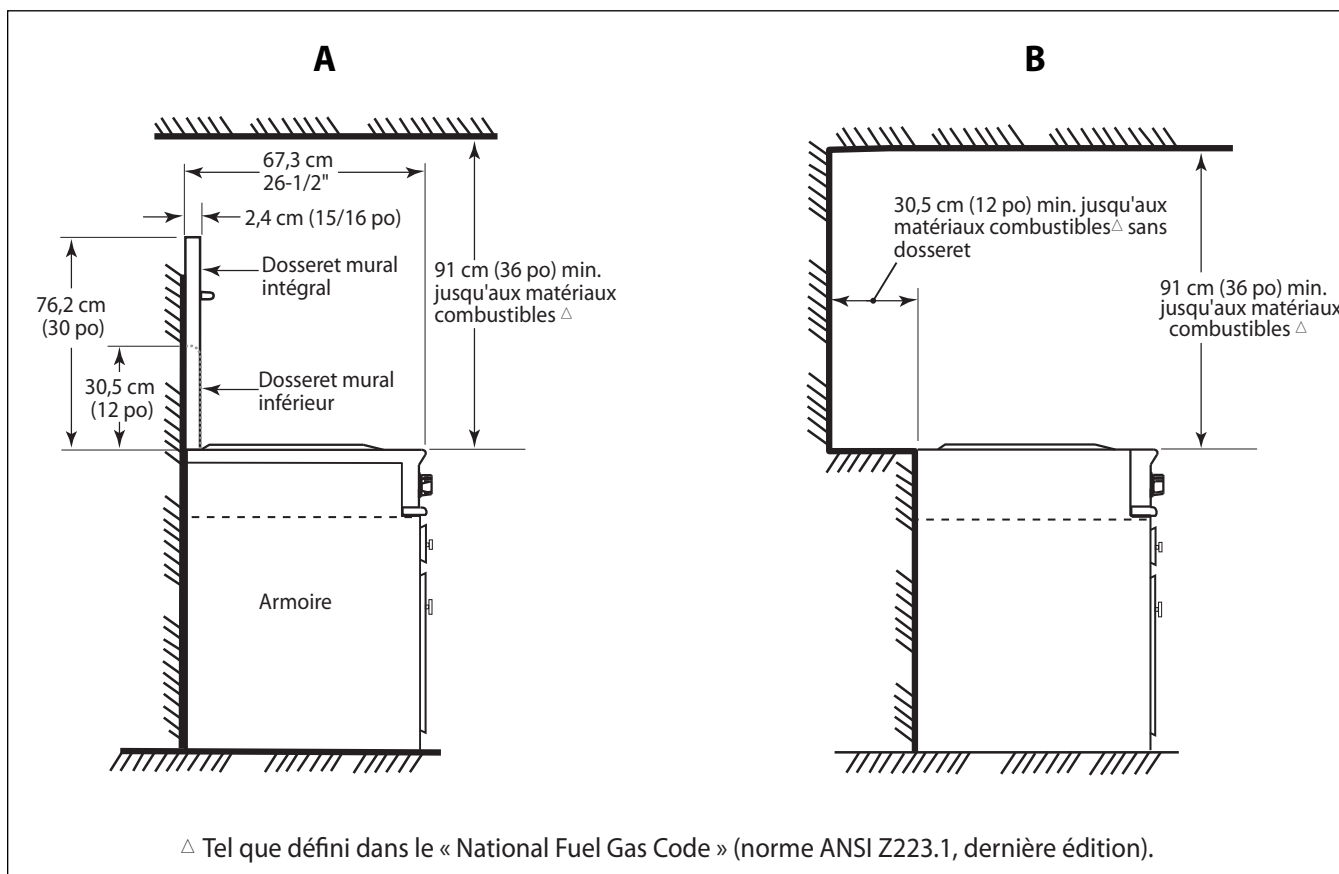
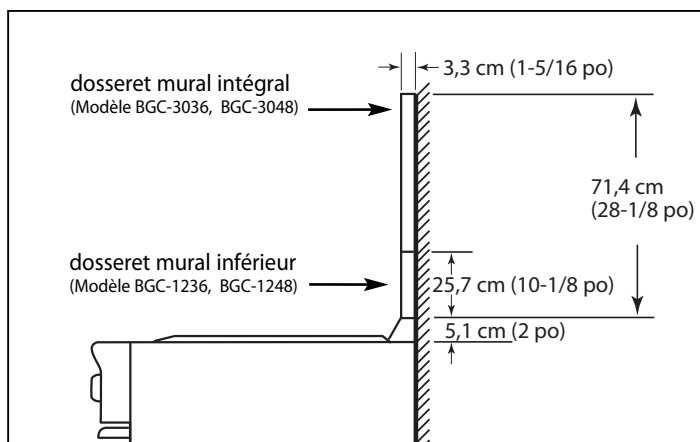

Fig. 8
Fig. 9
2. Les dégagements indiqués à la fig. 8, pg. 14, sont obligatoires pour tous les types de dosserets.
Placez le dossier tel qu'indiqué à la fig. 9. Fixez-le au mur, derrière la cuisinière. Chaque dossier (intégral ou bas) est fourni avec ses instructions d'installation. Voir aussi page 8, section de « Planification de l'installation ». Le dossier doit être installé lorsque le dégagement entre les matériaux combustibles et l'arrière de la cuisinière (au-dessus de la surface de cuisson) est inférieur à 30,5 cm (12 po). Voir fig. 8.